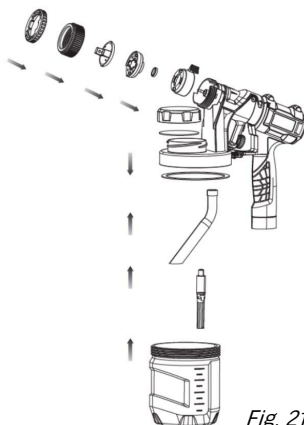

Fig. 21
21. Reassemble the sprayer (Fig. 21).